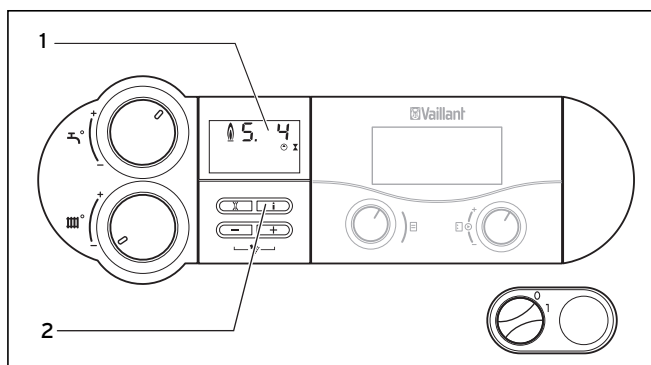

Fig. 6.11 Voyants d'état
- Pour activer les indicateurs d'état, appuyez sur la touche « i » (2) (Fig. 6.11).
Le code d'état correspondant s'affiche alors à l'écran (1) (Fig. 6.11), par ex. « S. 4 » pour le fonctionnement du brûleur. Vous trouverez dans le tableau 6.1 la signification des codes d'état les plus importants. L'affichage de l'état à l'écran est accompagné d'un texte explicatif correspondant.
- En appuyant une nouvelle fois sur la touche « i » (2) (Fig. 6.11), vous revenez au mode Normal.